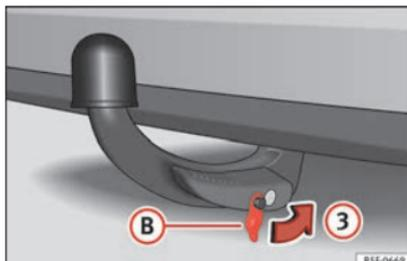

Fig. 231 Placer le cache sur la serrure
- Placez le cache **B** sur la serrure dans le sens de la flèche **3** » » fig. 231 » » **⚠**.